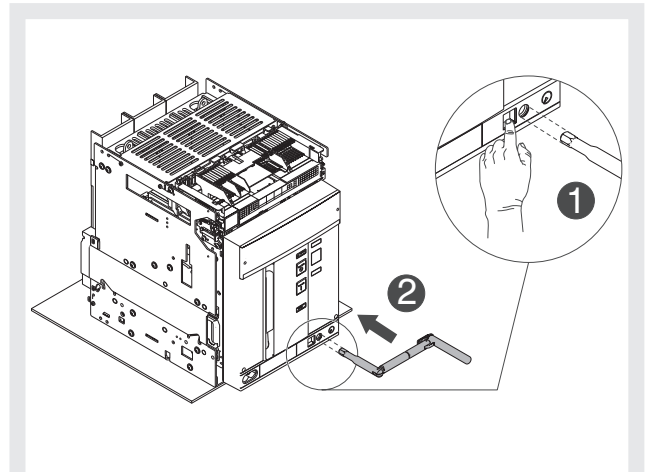

Figura 44
9. Premere il pulsante di blocco ed inserire la manovella nella parte mobile. In questa fase la parte mobile è ancora in posizione **DISCONNECT**. Vedi Figura 44.